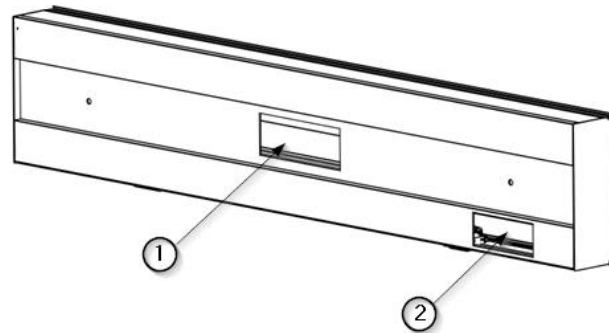

Abb. 1 Versorgungsanschlüsse an AIS-Geräten
Die Eingänge der AIS-Geräte befinden sich auf der Rückseite. Der Eingang des mittleren Profils ist für Gase ① vorgesehen, der untere Eingang für elektrische Geräte ②. Siehe Abbildung 1.